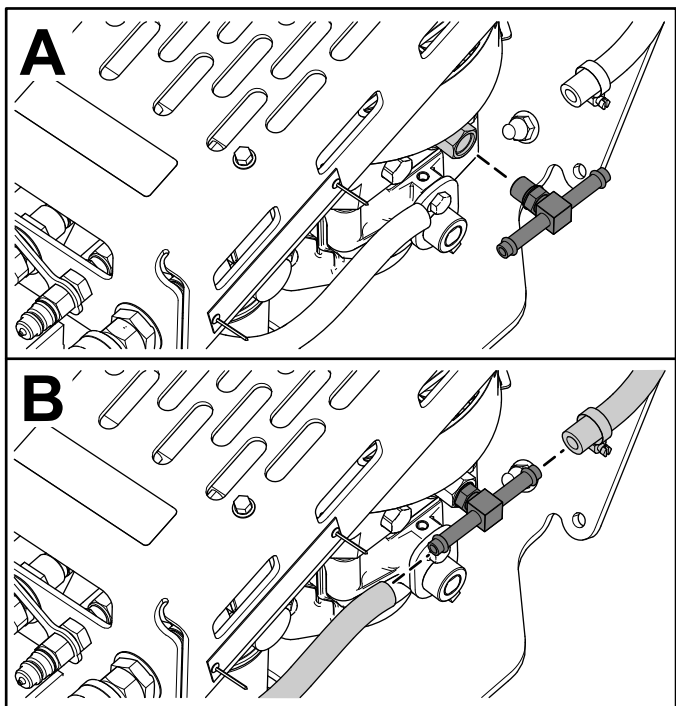

Figura 6
6. Usando una llave inglesa de respaldo, apriete el acoplamiento en T en el acoplamiento de la bomba hidráulica y conecte las dos mangueras al acoplamiento en T (Figura 6).